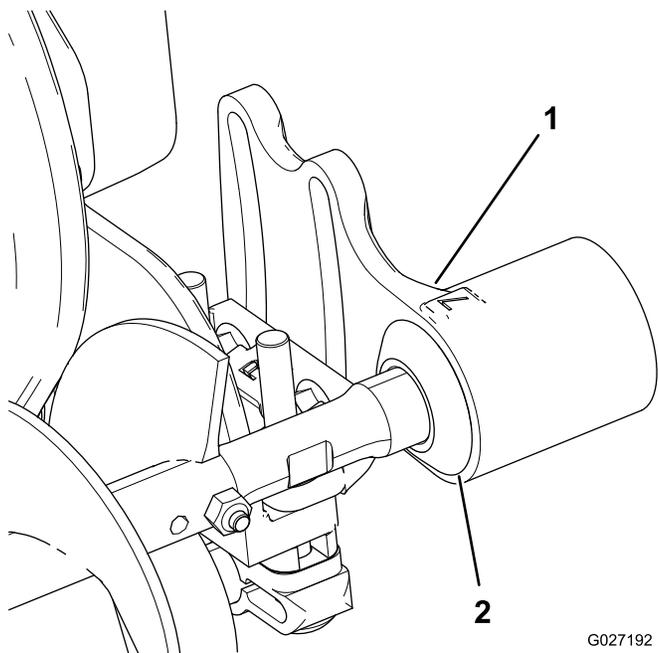

Figura 7
1. Fate scorrere ogni guarnizione verso l'esterno fino a creare un leggero contatto tra le guarnizioni a labbro e ogni alloggiamento dei cuscinetti (Figura 7).